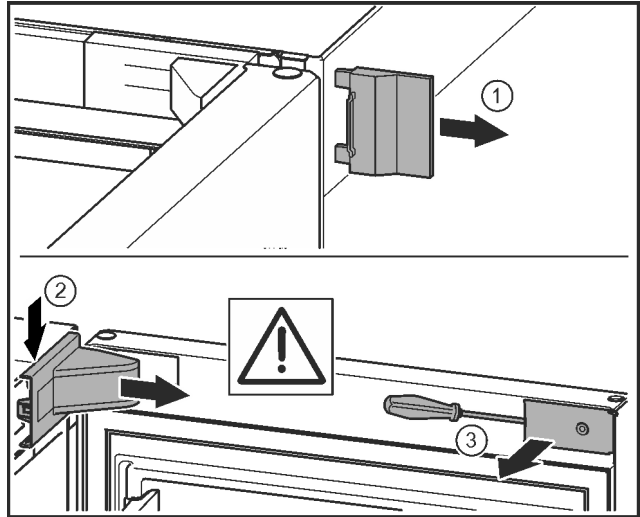

Fig. 21*
- ▶ Retire la cubierta exterior. Fig. 21 (1) *
- ▶ Desencaje y suelte la cubierta del soporte de cojinete. Retire la cubierta del soporte de cojinete. Fig. 21 (2) *
- ▶ Desencaje el panel con el destornillador para tornillos de cabeza ranurada y gírelo lateralmente. Fig. 21 (3) *